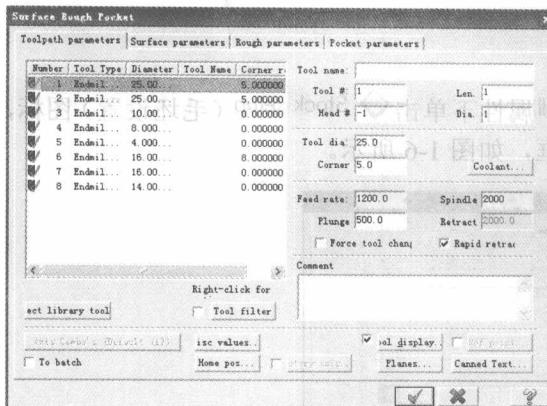

图 1-7 曲面挖槽刀路刀具参数
③ 选择完毕后，系统弹出 3D 曲面挖槽刀路对话框，进入如图 1-7 的界面，选取合适的刀具及刀具参数。